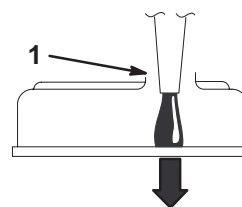

Bild 29
**WICHTIG:** Gießen Sie das Öl langsam ein und achten darauf, dass Sie die Öffnung im Ölfüllrohr nicht blockieren (Bild 29). Wenn Sie zu schnell Öl eingießen oder die Öffnung blockieren, kann es zu einem Ölrückstau kommen, und die Luftansaugbereiche können verunreinigt werden, was Motorschäden zur Folge haben kann.